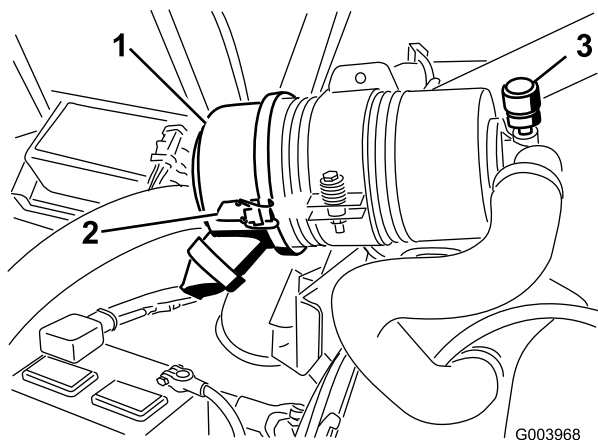

Figure 52
Faites l'entretien du filtre à air uniquement quand l'indicateur de colmatage (Figure 52) indique que cela est nécessaire. Changer le filtre à air prématurément ne fait qu'accroître le risque de contamination du moteur par des impuretés quand le filtre est déposé.
1. Desserrez les attaches qui fixent le couvercle sur le boîtier du filtre à air (Figure 52).